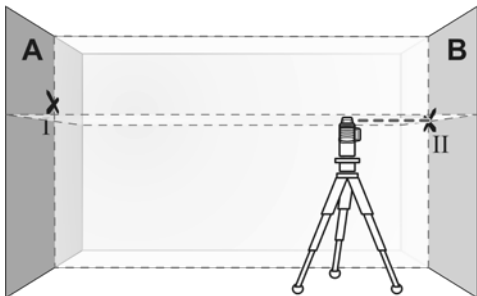

Рисунок 6
3.7.5 Вирівняйте пристрій по висоті таким чином, щоб точка, в якій перетинаються лазерні лінії, точно потрапляла на позначену раніше точку «II» на стіні «В» (дивіться рисунок 6).